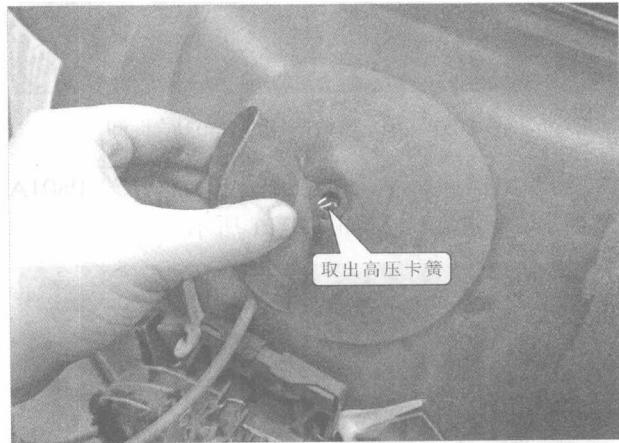

图 1-18 高压引线的拆卸
② 放电完毕后，就要对高压引线进行拆卸了，用手捏紧高压帽，同时向外拔出高压卡簧。其具体操作如图 1-18 所示。